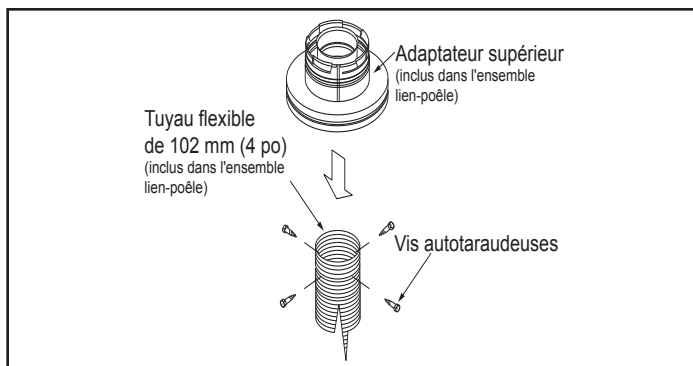

Figure 4.21
3. Connectez l'extrémité du tuyau flexible à la face inférieure de l'adaptateur supérieur au moyen de quatre vis autotaraudeuses. Voir la Figure 4.21.
5. Connectez la chemise flexible à l'adaptateur supérieur, au moyen de trois vis à tôle. Voir la Figure 4.21.